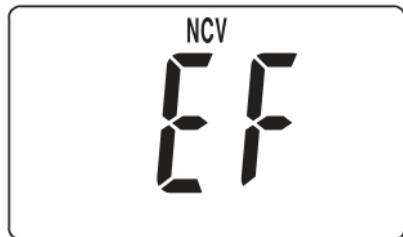

Figure 3
1. Mettez le commutateur rotatif en position NCV. L'écran affiche " EF" (voir Figure 3).